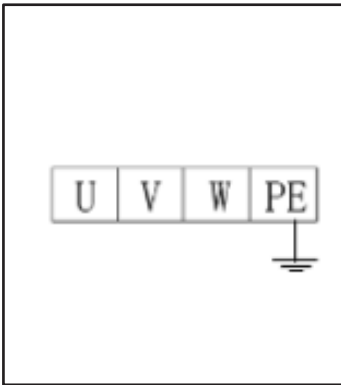

图 10
- 电源线连接：将 380V 三相四线制电源线（3×2.5MM²+1×1.5MM² 电缆线）接入控制台 L1、L2、L3 及进线端子上，PE 接地线接于接地标示螺栓上，再连接至两平台底部接地标示螺栓上（图 10）